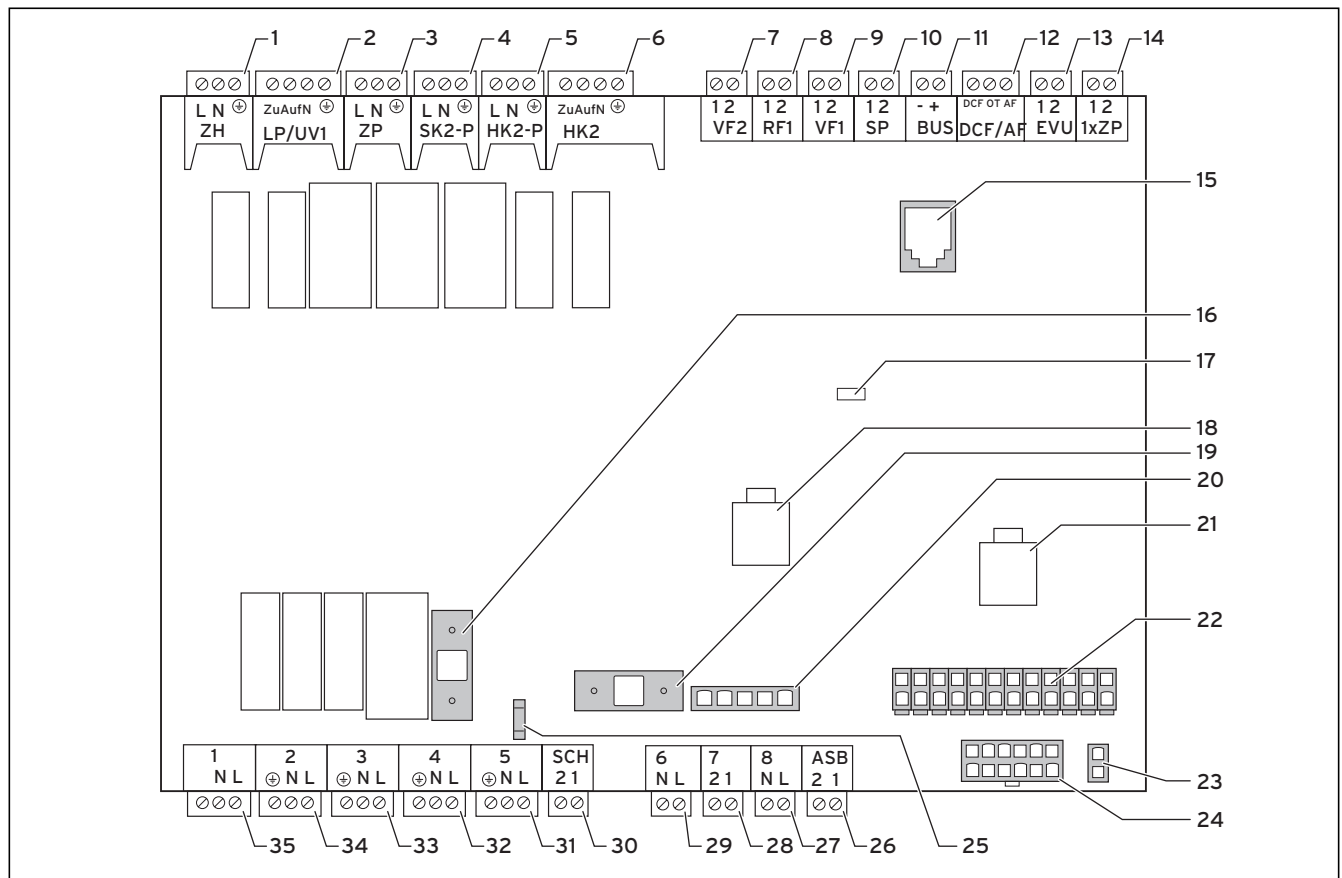

Abb. 7.12 Reglerplatine
- Schließen Sie die permanente Stromversorgung an die Netzeinspeisung Normaltarif an (2).
- Schließen Sie die Niedertarif-Stromversorgung an die Netzeinspeisung Niedertarif an (1).
- Schließen Sie den Kontakt des Rundsteuersignalempfängers an Klemme 13 „EVU“ (Energieversorgungsunternehmen) an (→ **Abb. 7.12, Pos. 13**).
- Schließen Sie die permanente Stromversorgung an die Netzeinspeisung Regler an (2).
Legende zu Abb. 7.12
- Installieren Sie die Standardfühler VR 10 entsprechend den Anforderungen des Hydraulikschema-Beispiels und schließen Sie sie an den jeweiligen Klemmen der Reglerplatine an (→ **Abb. 7.12**).